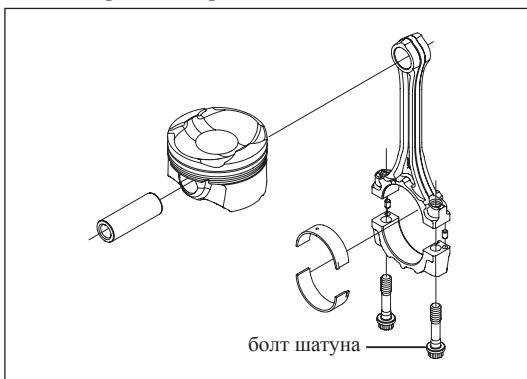

Рис. 13-3-20. Установка и затягивание за два прохода болтов шатунов
- ж) При установке болтов крышек шатунов ($M8 \times 37,5$) не-обходимо нанести на резьбу и на стыковые поверхно-сти небольшое количество масла, после чего затянуть их, как указано на Рис. 13-3-20.